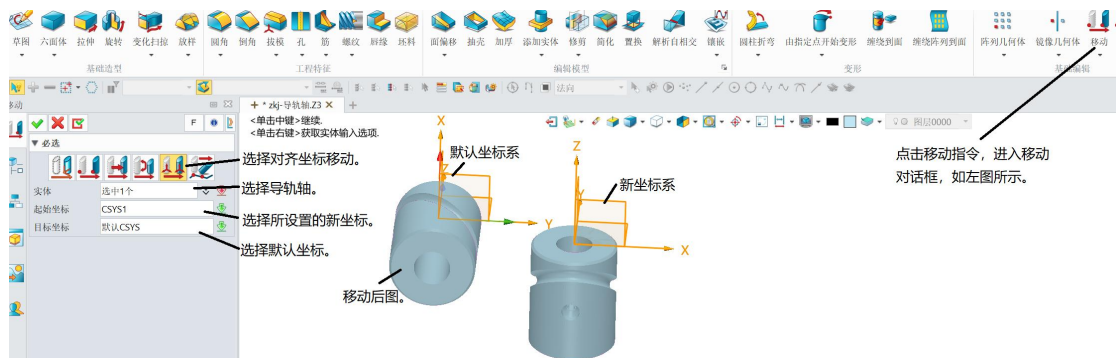

图 8-5 坐标系移动
3、坐标系的移动：先把点块打开，坯料关掉，将所设置的新坐标系移到系统默认的坐标系，从而实现导轨轴移到系统默认的坐标系下，实现导轨轴摆正。如图 8-5 所示。